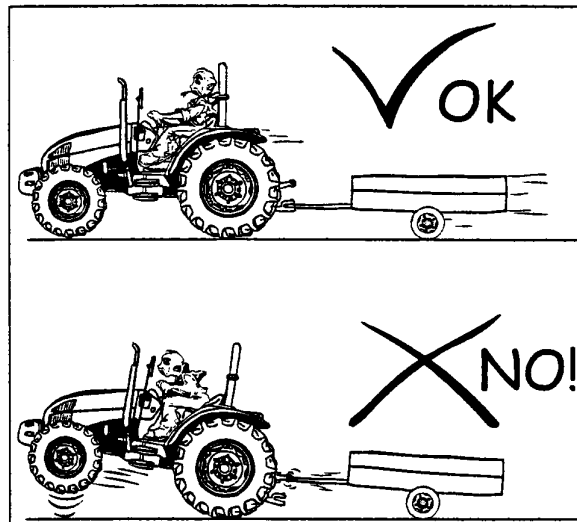

Fig. 2-36
- Remolque sólo con la barra de tiro. El tiro o el enganche desde otros puntos puede provocar el vuelco del tractor (Fig. 2-36).